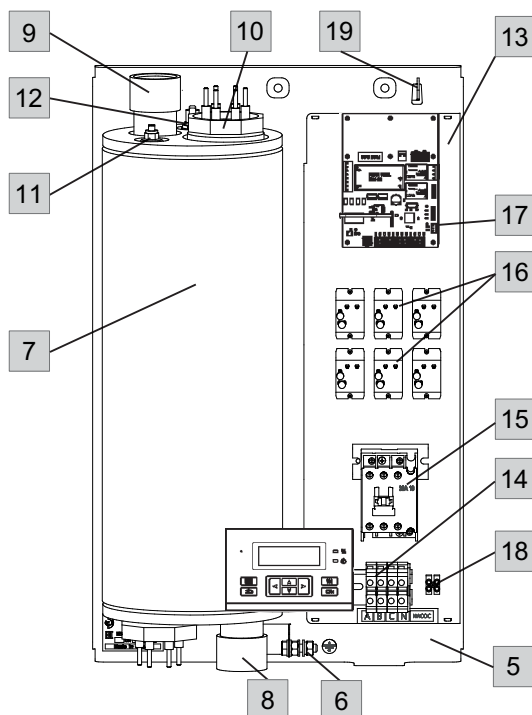
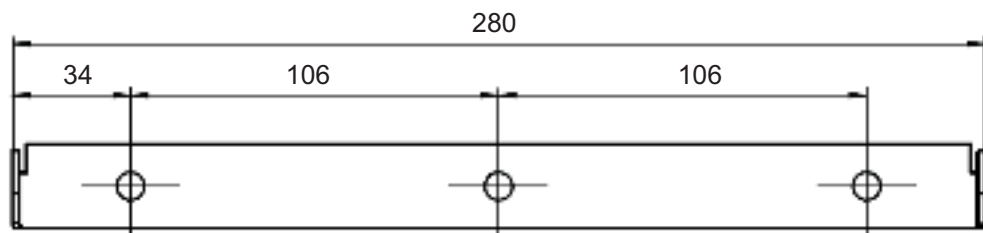

Рисунок 3. Прибор ЭВАН PRACTIC - 18 ... -28 со снятым кожухом.
Рисунок 14. Закладная деталь для крепления ЭВАН PRACTIC -3 ... -28, -3P ... -28P.
6.1.8 Прибор должен навешиваться на стены, достаточно прочные перегородки, способные выдержать рабочий вес изделия, с использованием закладной (19) рис. 3, 4 (в зависимости от мощности прибора), входящей в комплект поставки. Закладная крепится с использованием шурупов 6x60, дюбелей 10x60, также входящих в комплект. Разметку отверстий в стене под крепление закладной провести в соответствии с рис. 14 и 15.